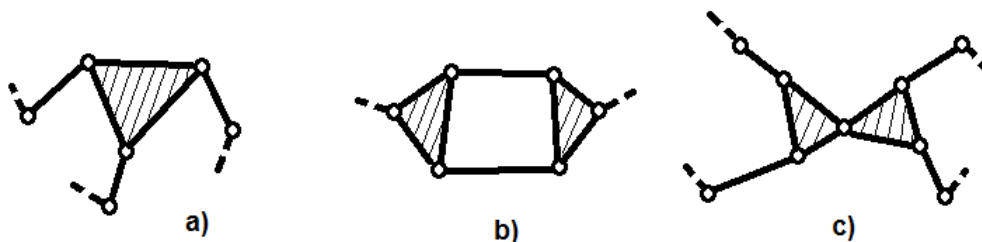

Fig. 14 Grupe cinematice de clase superioare cu cuple de rotație
În Fig. 14 sunt prezentate câteva exemple de grupe cinematice de clase superioare. Variante ale acestora se pot obține înlocuind cuplele de rotație cu cuple de translație. Descrierea grupelor cinematice din Fig.14 se face în felul următor:
- Fig.14 a) – grupă cinematică cu $n = 4$; $c_5 = 6$, clasa a III-a (conturul poligonal cel mai complex este triunghi), ordinul 3 (numărul de cuple cinematice de legătură cu mecanismul este 3)
- Fig.14 b) – grupă cinematică cu $n = 4$; $c_5 = 6$, clasa a IV-a (conturul poligonal cel mai complex este patrulater), ordinul 2 (numărul de cuple cinematice de legătură cu mecanismul este 2)
- Fig.14 c) – grupă cinematică cu $n = 6$; $c_5 = 9$, clasa a III-a (conturul poligonal cel mai complex este triunghi), ordinul 4 (numărul de cuple cinematice de legătură cu mecanismul este 4)